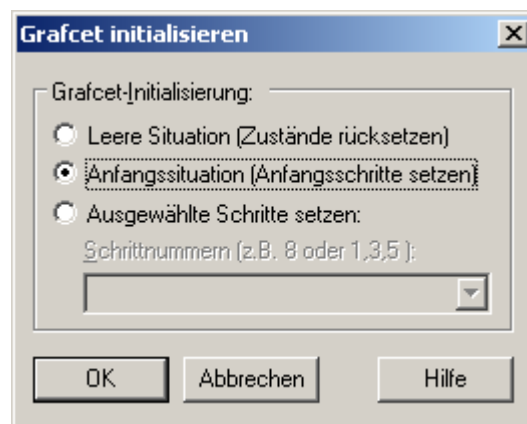

Abb.5 GRAFCET initialisieren
Der Plan aus Abbildung 5 steht im rot markierten Initialisierungsschritt (14) und wartet bei der folgenden Transitionsbedingung darauf, dass das Signal *S1* auf 1 (High) geht.